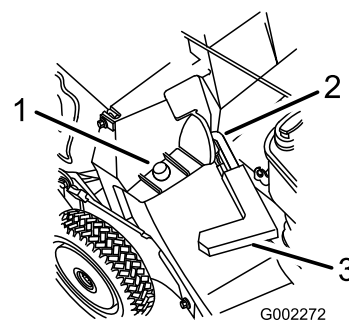

Figura 19
2. Asegúrese de que el tirador de la puerta de descarga está totalmente hacia adelante y que la clavija está situada en el cierre (Figura 19).
3. Coloque el agujero del marco de la bolsa sobre el poste de retención en el conducto de descarga (Figura 19).
2. Levante el tirador de la puerta de descarga y muévalo hacia adelante para que la clavija entre en el cierre (Figura 19).